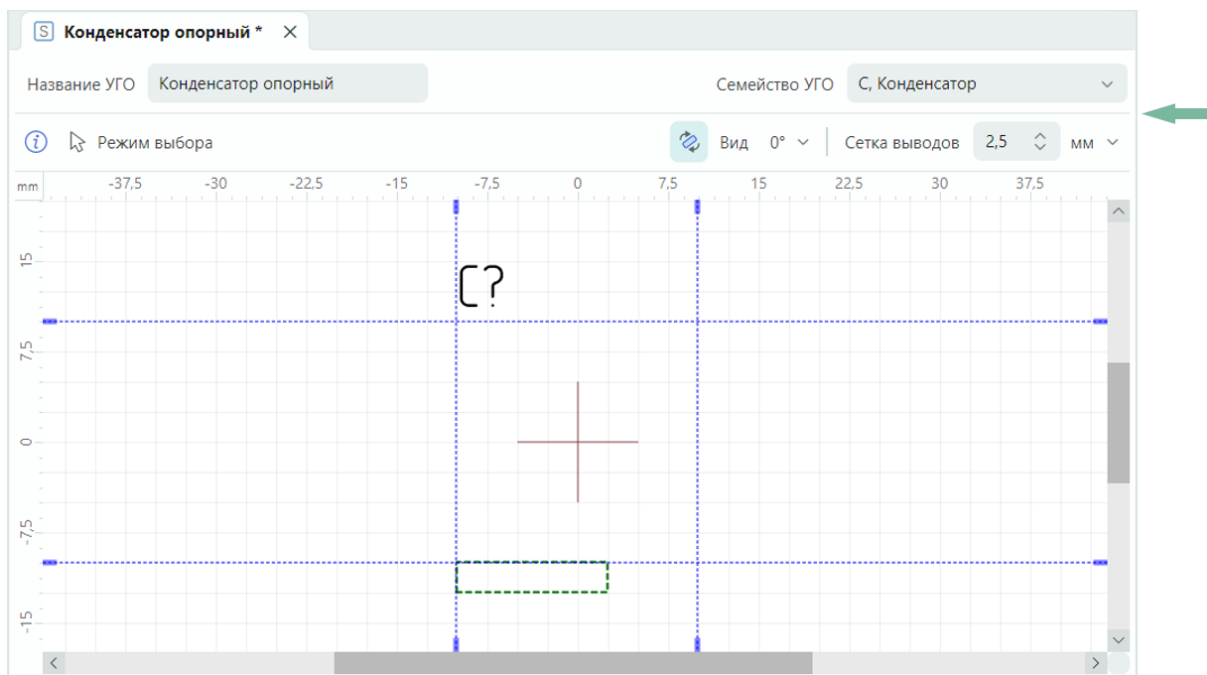

Рис. 45 Параметры сетки выводов и семейства УГО
4. Проконтролировать параметры (модульной) сетки выводов и семейства (УГО) в полях «Сетка выводов» и «Семейство УГО», см. Рис. 45.